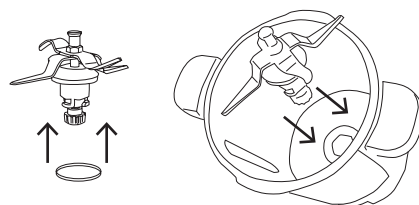

Fig.3
- Sujetar la cuchilla por la parte superior con una mano y agarrar el tensor (G) con la otra mano. Colocar el tensor en la parte inferior de la cuchilla y gírelo en el sentido de las agujas del reloj. (Fig. 3)